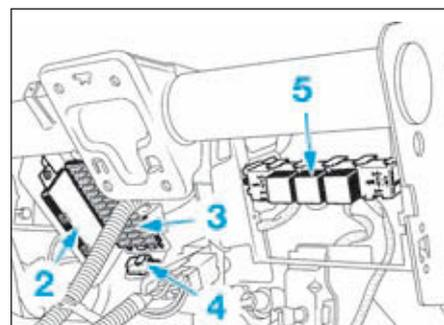

FIG.22
- Déclipper (Fig.22) :
- l'unité centrale habitacle (2).
- le boîtier fusibles habitacle (3).
- la prise diagnostic (4).
- le boîtier relais additionnel (5).